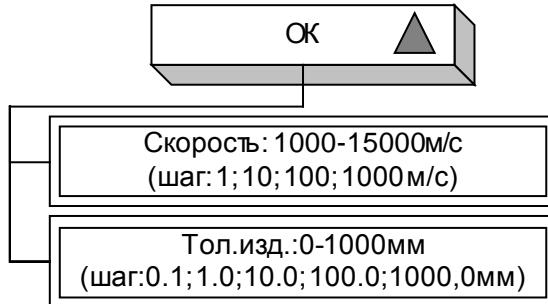

Рисунок 28 – Меню «ОК»
6.3.1.8 Меню «**ОК**» (объект контроля) имеет следующую структуру (рисунок 28):
7.1.3 В меню «Развертка» (рисунок 13) в пунктах «Задержка» и «Диапазон», а также в пунктах «Скорость» меню «OK» (рисунок 28) и «Усиление» меню «Приемник» (рисунок 10) установить значения в соответствии с нормативными документами. Чтобы значения пунктов «Диапазон» и «Задержка», выраженные в миллиметрах, соответствовали реальным значениям диапазона контроля в объекте, необходимо в соответствующем пункте «Скорость» меню «OK» установить значение скорости УЗК, соответствующее контролируемому материалу.